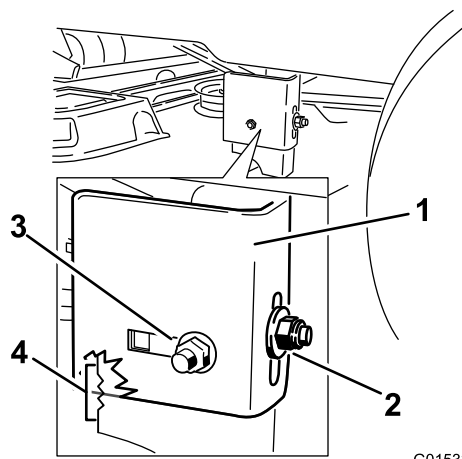
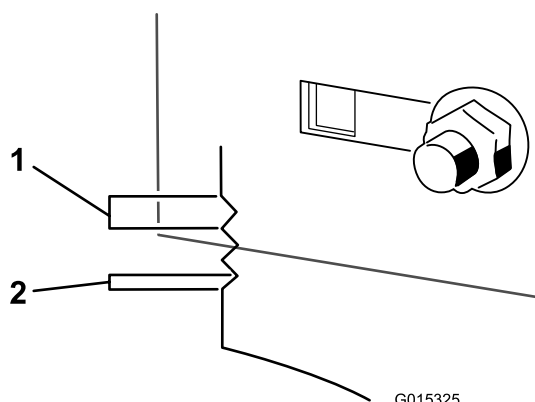

Figura 50
Figura 51
9. Afloje la tuerca de bloqueo trasera de la pletina de suspensión (Figura 50).
10. Afloje la tuerca de bloqueo lateral de la barra de soporte lo suficiente para permitir ajustar la barra (Figura 50). Utilice las muescas del soporte soldado para medir la cantidad de ajuste. Cada muesca completa equivale a 0.25 pulgadas, y un solo lado equivale a 0.125 pulgadas (Figura 51). Ajuste la carcasa de corte a la altura deseada.
11. Cuando la carcasa esté en la posición deseada, apriete la tuerca de bloqueo trasera de la pletina de suspensión para fijar la posición nueva (Figura 50). Apriete la tuerca de bloqueo lateral de la pletina de suspensión.